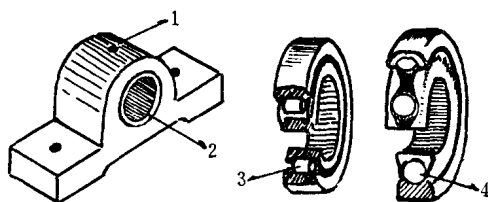

图 3-2 滑动轴承和滚动轴承
1. 改变运动形式 如变滑动摩擦为滚动摩擦，就可以使摩擦系数从 0.004 降低到 0.002。使用滑动轴承，机器运转时轴和轴瓦间发生滑动摩擦。使用滚动轴承，内圈紧套在轴上，外圈固定在轴承座上，两圈之间装有许多光滑的钢柱或钢珠，机器运转时，轴带着内圈转动，钢珠或钢柱在两圈之间的滚道上滚动，摩擦大为减小(见图 3-2)。一般的说，用滚动摩擦代替滑动摩擦，可以使摩擦阻力减少到原来的 $1/40—1/60$ 。摩擦阻力愈小，磨损就愈少。